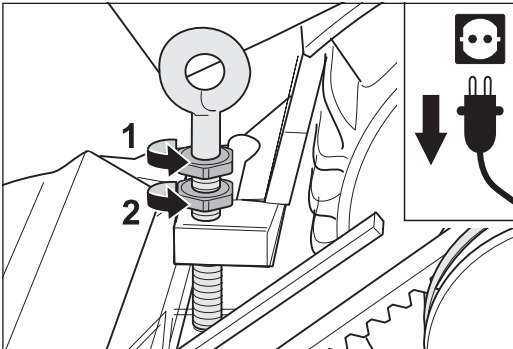

Abb. 92 Die beiden Muttern an der Ringschraube lösen und nach oben drehen.
- 3 Lösen Sie die beiden Muttern an der Ringschraube des Motors (Abb. 92) und drehen Sie die Muttern nach oben.